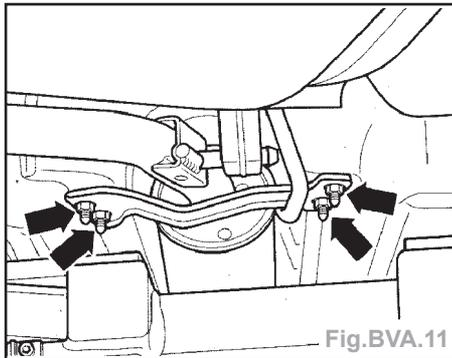

Fig. BVA.11
- Démontez la traverse arrière (une vis de fixation n'est pas visible sur l'image) et déposez le taquet élastique de soutien du tuyau d'échappement (Fig. BVA.11).
- Accrocher le taquet élastique de soutien au tuyau d'échappement et visser la traverse arrière (une vis de fixation n'est pas visible sur l'image) avec l'écran thermique de protection arrière (Fig. BVA.11).